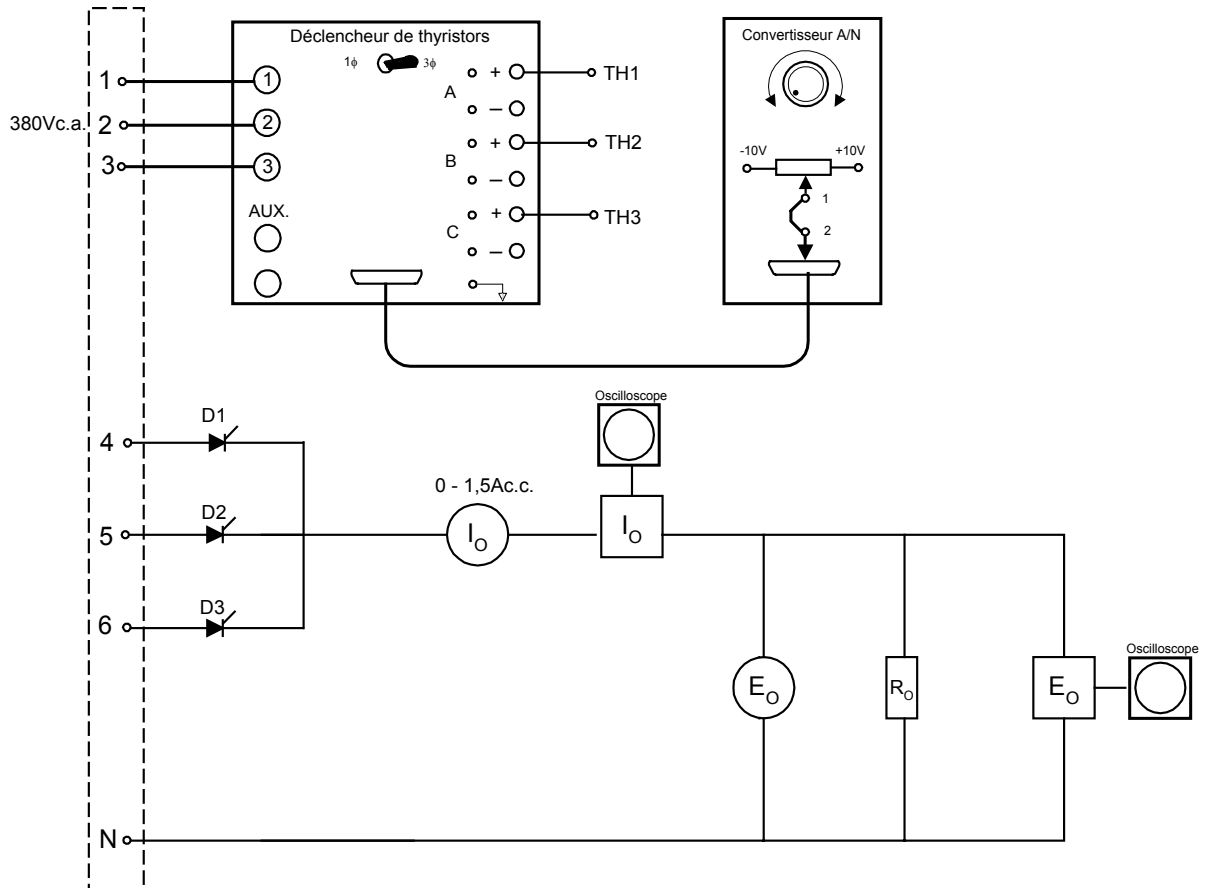

FIGURE 2-6
- Montez le circuit de la Figure 2-6 en raccordant une charge de 550 ohms. Placez l'interrupteur sur le déclencheur en position 3 $\phi$ .